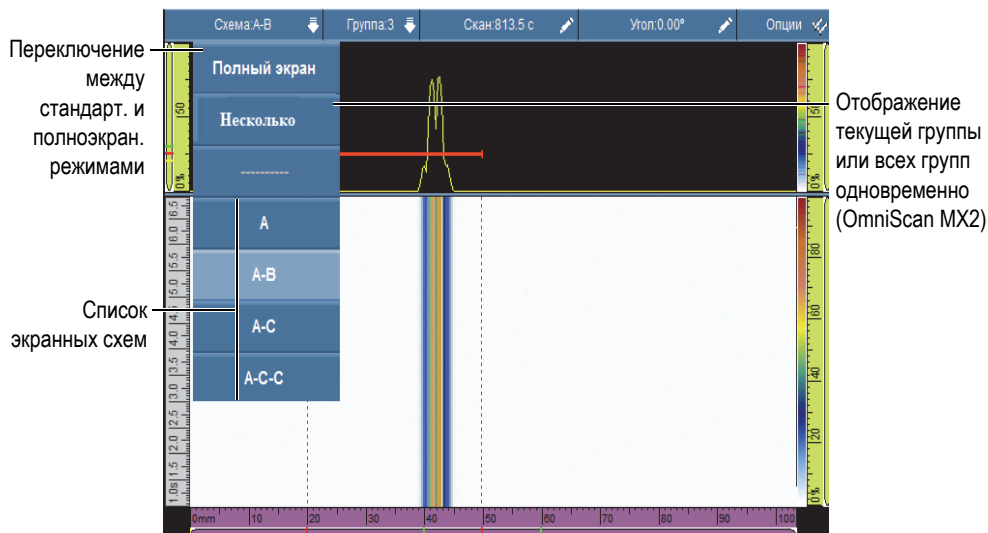

Рис. 2-7 Меню быстрого вызова в строке заголовка
Меню быстрого вызова в строке заголовка используется для (см. Рис. 2-7 на стр. 45):
1. В меню строки заголовка нажмите **Группа** (см. Рис. 2-7 на стр. 45).
1. В меню строки заголовка нажмите **Скан** (см. Рис. 2-7 на стр. 45).
1. В меню строки заголовка нажмите **Индекс** (см. Рис. 2-7 на стр. 45).
3. В меню строки заголовка нажмите **Угол/ВАД** (см. Рис. 2-7 на стр. 45).
1. В меню строки заголовка нажмите **Опции** (см. Рис. 2-7 на стр. 45).